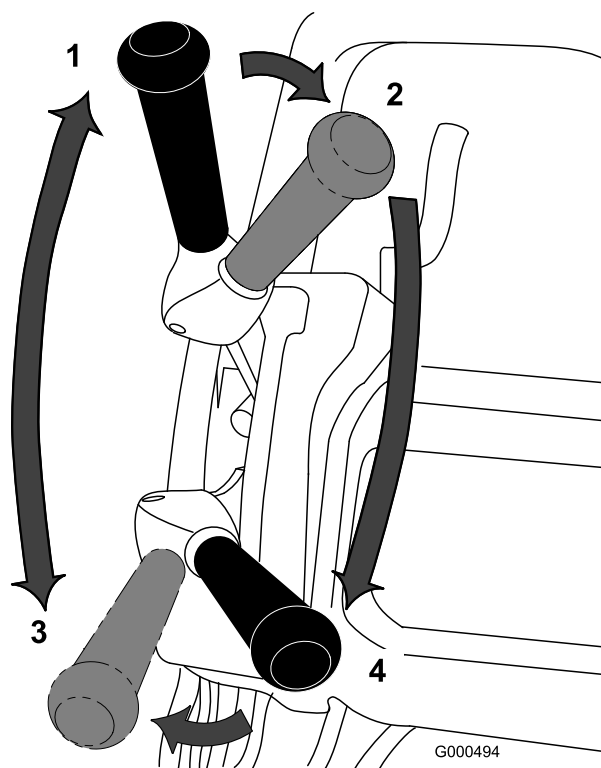

Figura 18
1. Ligue o motor, coloque o regulador a uma velocidade reduzida, empurre o manípulo para levantar a unidade de corte, desloque a alavanca de tracção para a posição Engatado, e leve o cortador até uma ponta do relvado (Figura 18).
2. Coloque a alavanca de tracção na posição Desengatada e engate a transmissão do cilindro (Figura 18).
3. Desloque a alavanca de tracção para a posição Engatado, aumente a velocidade até que o cortador se movimente à velocidade desejada, conduza o cortador para o relvado, desça a dianteira do cortador e comece a operação (Figura 18).